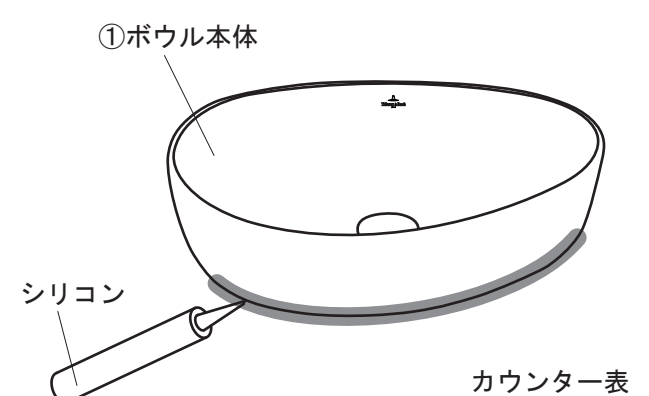

図8
6) ①ボウル本体のカウンター接地部をシリコンにてコーキングします。(図8参照)